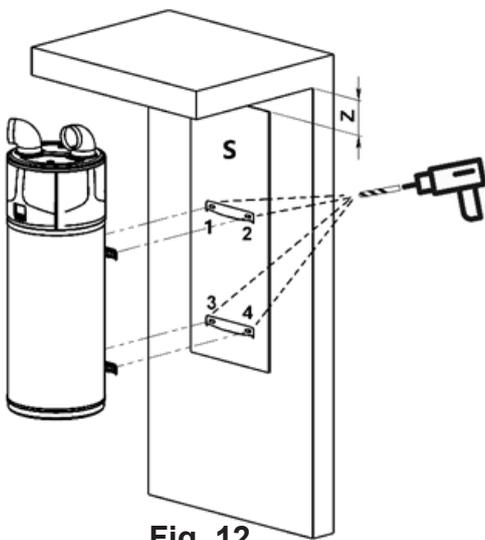

Fig. 12
6.2. Instalación. Fijación a la pared (Fig. 12, 12a, 16, 16a, 16d)